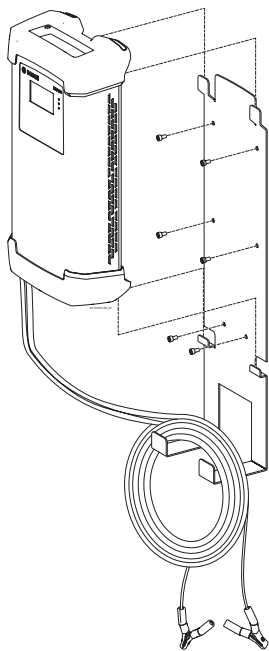

Рис. 3: BAT 690 с настенным держателем
**И** Четыре ножки BAT 690 должны вставляться в настенный держатель всегда сверху и снизу. Зарядные кабели и сетевой кабель можно подвесить на настенный держатель (см. рис. 3).